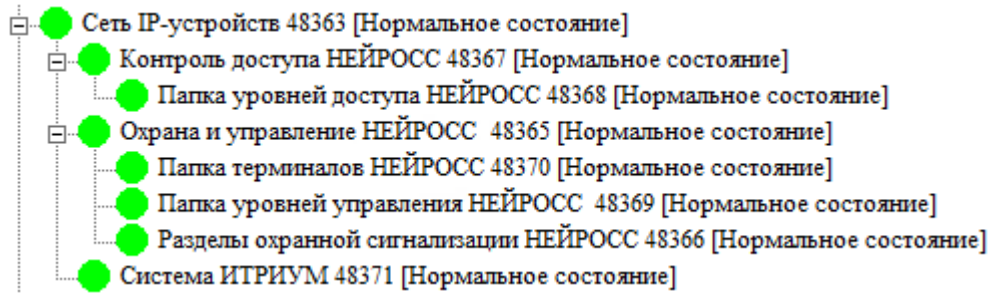

Рисунок 9.76 — Сеть IP-устройств. Дерево элементов
- К элементу **Сеть IP-устройств** автоматически будут добавлен элемент **Контроль доступа НЕЙРОСС** с дочерним элементом **Папка уровней доступа НЕЙРОСС**, а также элемент **Охрана и управление НЕЙРОСС** с дочерними элементами **Уровни управления НЕЙРОСС**, **Разделы охранной сигнализации НЕЙРОСС** и **Папка терминалов НЕЙРОСС** (рисунок 9.76).